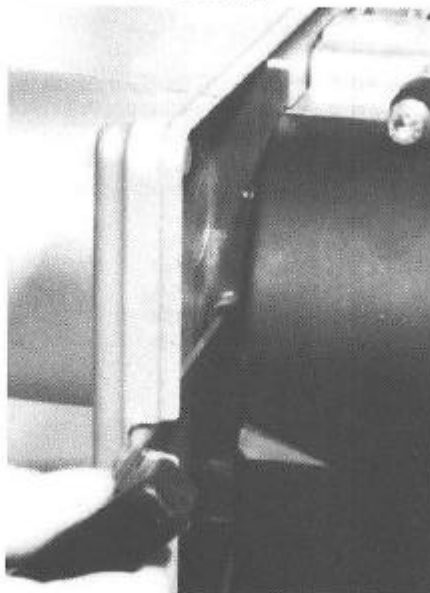

Abb. 18
- Klemmschraube am Gaskopf 1–2 Umdrehungen lösen (Abb. 18)
Klemmschraube (Abb. 18) nach Zusammenbau des Brennergehäuses unbedingt wieder festziehen.